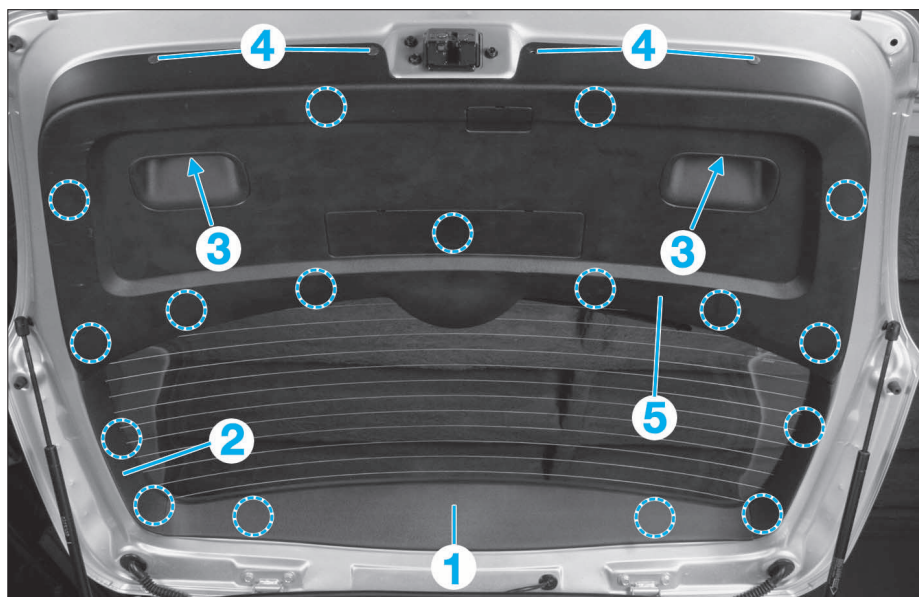

FIG. 50
- Dégraffer les garnitures supérieur (1) et latérales (2) (fig. 50).
- Déposer les 2 vis (3).
- Dégraffer la garniture supérieur (1) (fig. 50).